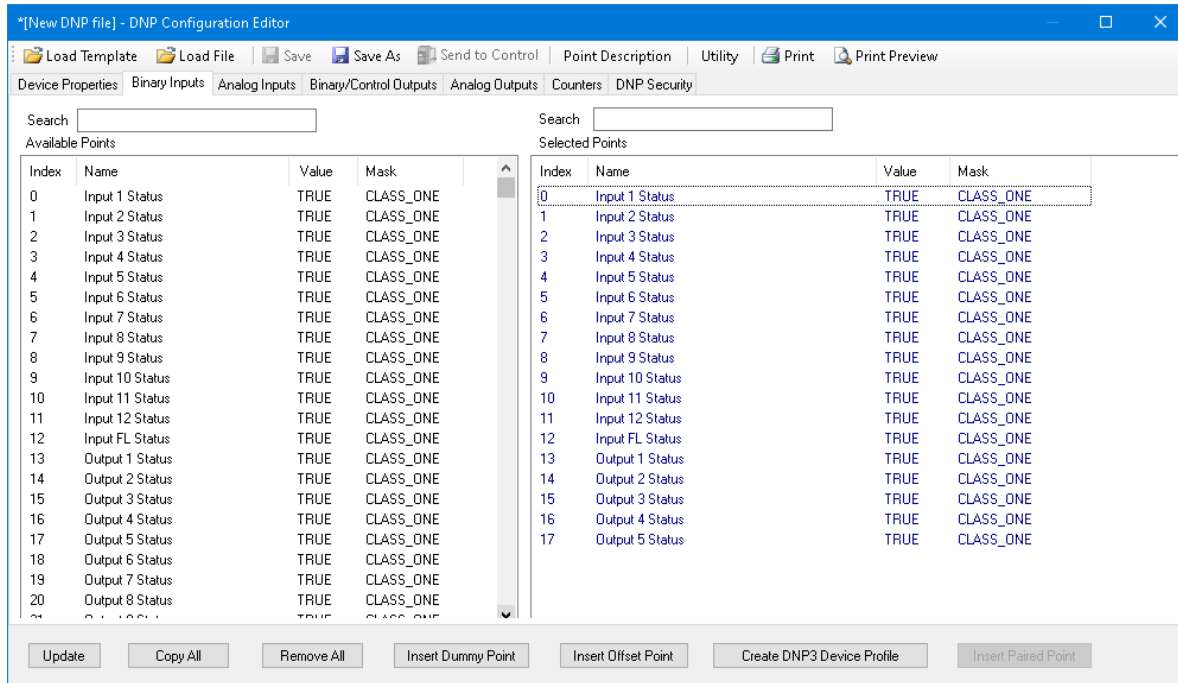

Figura 1-2 Editor de configuración DNP – Pestaña de Entradas binarias
2. Seleccione **Load Template/M-7679 Default** desde la barra de menú configurador DNP. Seleccione la pestaña de **Binary Inputs**, Figura 1-2 es desplegada. La lista de Puntos Disponibles para cada Grupo de Puntos DNP también será poblado.